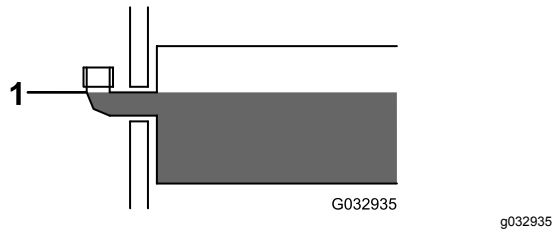

Figura 38
3. Retire el tapón de llenado del depósito hidráulico (Figura 38).
4. Llène lentamente el depósito con fluido hidráulico de alto rendimiento BOSS hasta el fondo del codo de llenado (Figura 38).